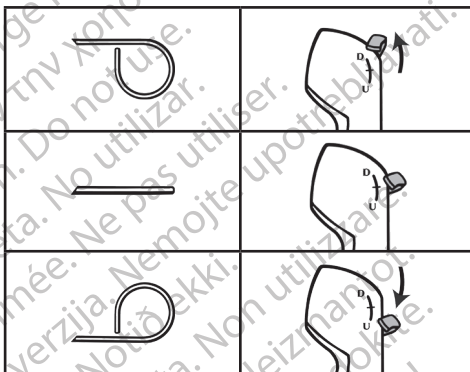

Figure 3. La commande de la déflexion peut être standard ou inversée, selon le modèle utilisé.
**Lever de déflection :** le levier de déflection commande la déflection vers le haut et vers le bas de l'extrémité distale. Selon le modèle, le contrôle de déflection peut être standard (levier vers le haut = extrémité vers le haut) ou inversé (levier vers le haut = extrémité vers le bas) (figure 3). Lorsque le levier de déflection est remis en position neutre, l'extrémité distale reprend sa position sans déflection.